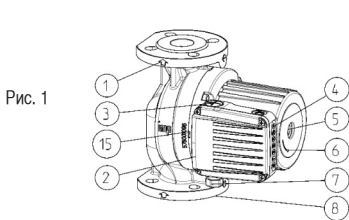

Рис. 1
- направление потока воды, проходящей через насос, должно совпадать со стрелкой на корпусе насоса (рис. 1, поз. 1);
- монтажные фланцы PN 6/10 (рис. 1, поз. 8).
Подключение к электросети должно выполняться согласно схеме подключения (рис. 3), находящейся в нижней части крышки двигателя. Перед подключением необходимо отвинтить верхнюю крышку (рис. 1, поз. 2)
Поскольку двигатель погружен в воду и установлен на специальные подшипники, которые также смазываются водой, перед запуском необходимо наполнить насос жидкостью и удалить воздух. Для удаления воздуха необходимо открутить винты, имеющиеся в задней части электродвигателя (рис. 1, поз. 5), что обеспечивает выход воздуха через зазор между осью двигателя и подшипником. Когда начнет поступать вода, необходимо закрыть клапаны, как на всасывании, так и на подаче. Затем запустите насос и проверьте направление вращения. Если вал вращается в неправильном направлении, начнет мигать красный индикатор. Имеется также возможность сигнализации о других неисправностях насоса, которые указаны в таблице ниже. Количество миганий красного светового индикатора означает номер неисправности. После каждой серии миганий следует более длительный интервал: количество миганий между двумя интервалами означает номер неисправности.
Каждый насос может работать согласно 3 характеристическим кривым благодаря возможности установки 3 различных скоростей двигателя. Для выбора требуемой кривой, ①②③, нажмите кнопку ⏪ (рис. 1, поз. 4), с помощью которой устанавливается скорость двигателя. Для насосов MR (auto) выбор скорости может осуществляться как вручную, выбором кривых ①②③ с помощью кнопки ⏪, так и автоматически самим насосом при установке режима автоматической регулировки ⏪ или ⏩ (ночной режим) с помощью кнопки ⏪. В автоматических режимах ⏪ и ⏩ насос самостоятельно выбирает скорости ② и ③ в зависимости от мгновенной подачи. В режиме ⏪(ночной) определяется температура жидкости и, в случае постепенного падения температуры минимум на 10°C, насос автоматически выбирает скорость ②; в случае уменьшения температуры на 20°C автоматически выбирается скорость ⏪. Если температура снова повышается минимум на 20°C, насос возвращается в переменный автоматический режим согласно различным кривым с зависимости от подачи. Такой режим пригоден для систем с термостатическими клапанами и систем, в которых температура падает в ночное время.
Выключите насос, закройте клапаны как на подаче, так и на всасывании, открутите штуцер сапуна с помощью отвертки (рис. 1, поз. 5). Его следует прокручивать до тех пор, пока не исчезнет сила трения. Затем затяните штуцер сапуна.